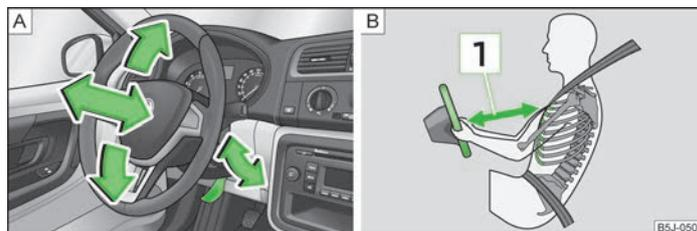

Abb. 81 Verstellbares Lenkrad: Hebel unter der Lenksäule / Sicherer Abstand zum Lenkrad
- Einen Abstand zum Lenkrad von mindestens 25 cm **1** einhalten » **Abb. 81** auf Seite 81 - **B**. Wenn Sie den Mindestabstand nicht einhalten, kann Sie das Airbag-System nicht schützen - Lebensgefahr!
- Den Hebel unter dem Lenkrad nach unten schwenken » Abb. 81 - A.